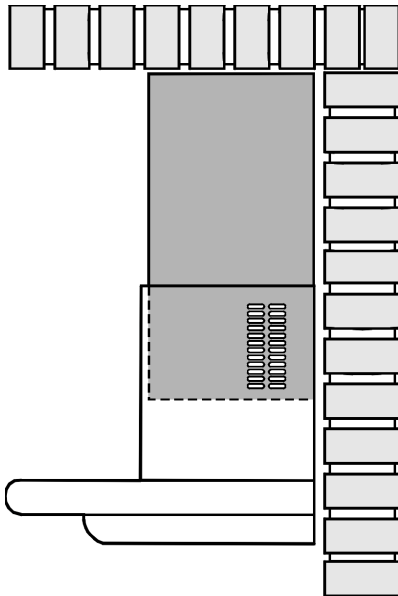

fig. 20
6. Positionnez les cheminées assemblées sur la hotte. Celles-ci doivent être installées de telle sorte à ce que les grilles d'aération situées sur la cheminée supérieure se placent en position basse (fig. 20).